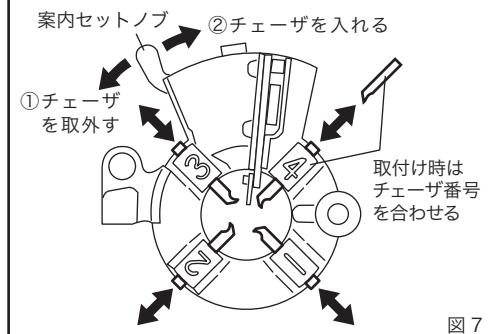

図 7
- ②位置決めノッチを位置決めピンから外し (図 6-2) 案内セットノブを図 7 の矢印①の方向へいっぱいに引くと、3番と4番のチエーザが取外せます。
- ③ダイヘッドを起すと1番と2番のチエーザが取外せます。
- ①ダイヘッドをチエーザの取外した状態にします。
- ②ダイヘッドの3番と4番の溝番に同じ番号のチエーザをチエーザノッチにはまりこむまで差し込んでください。
- ③次にダイヘッドを起こして1番と2番のチエーザを同じ溝番に差し込んでください。
- ④案内セットノブを図 7 の矢印②の方向に回してください。チエーザは中心に向って入っていきます。もしチエーザが入らないときはチエーザを少し上下に動かしもう一度繰り返してください。